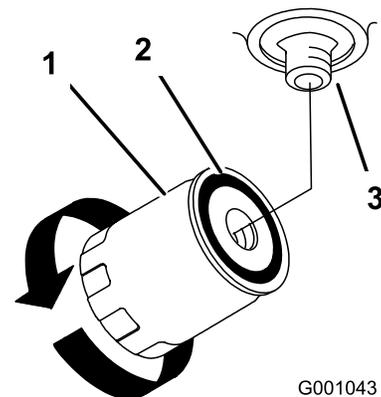

Figura 61
4. Retire el filtro usado, deje que se vacíe el aceite y limpie con un paño la superficie de la junta del adaptador del filtro (Figura 61).
7. Llene el depósito de aceite hidráulico con aceite hidráulico hasta que éste rebose por encima del filtro, gire el filtro en el sentido de las agujas del reloj hasta que la junta de goma entre en contacto con el adaptador del filtro, luego apriete el filtro media vuelta más (Figura 61).